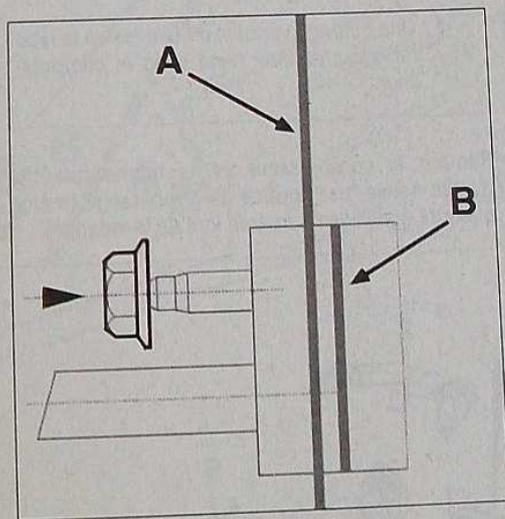

FIG. 18
Lors de la repose des tuyaux de réfrigération, la face d'appui (A) de la bride devra être en appui sur la face d'appui (B) condenseur avant le serrage de l'écrou (Fig.18)